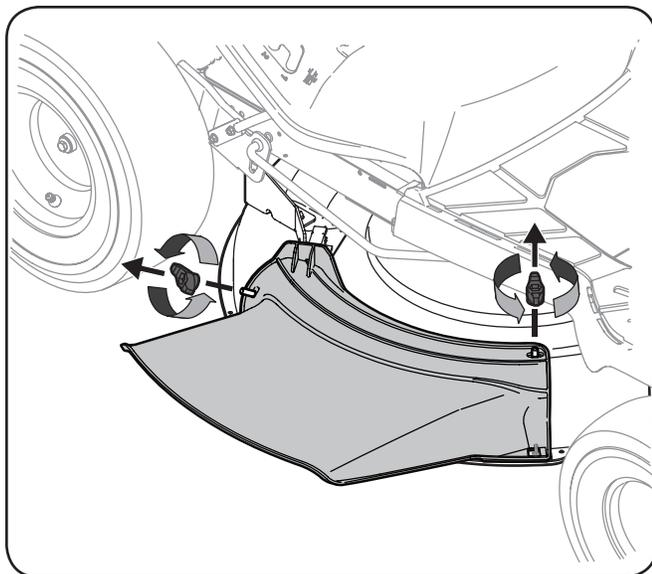

Figure 1-1
1. Retirez les écrous papillon qui fixent la goulotte d'éjection en place. Voir Figure 1-1.